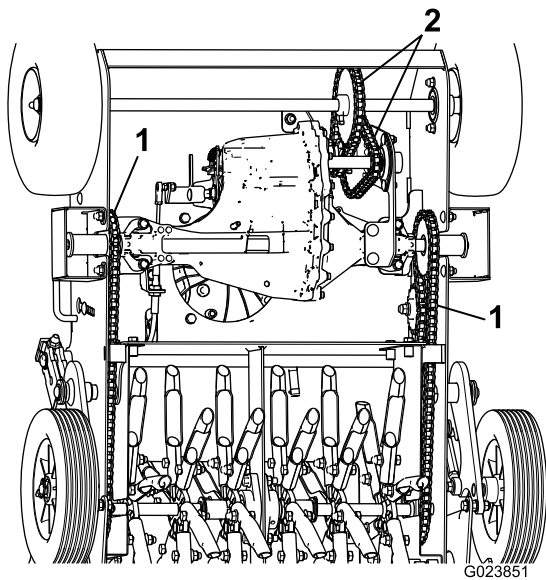

Рисунок 19
2. Чтобы получить доступ к цепям, поднимите и зафиксируйте переднюю часть машины (Рисунок 19).
3. Поверните передние колеса и нанесите масло или смазочное вещество для цепей на звенья нижних частей передних приводных цепей (Рисунок 19).
4. Проверьте, чтобы передние приводные цепи (Рисунок 19) были правильно натянуты, не изношены и не повреждены.
5. Поверните валы привода зубьев и нанесите масло или смазочное вещество для цепей на все звенья нижних частей приводных цепей зубьев (Рисунок 19).